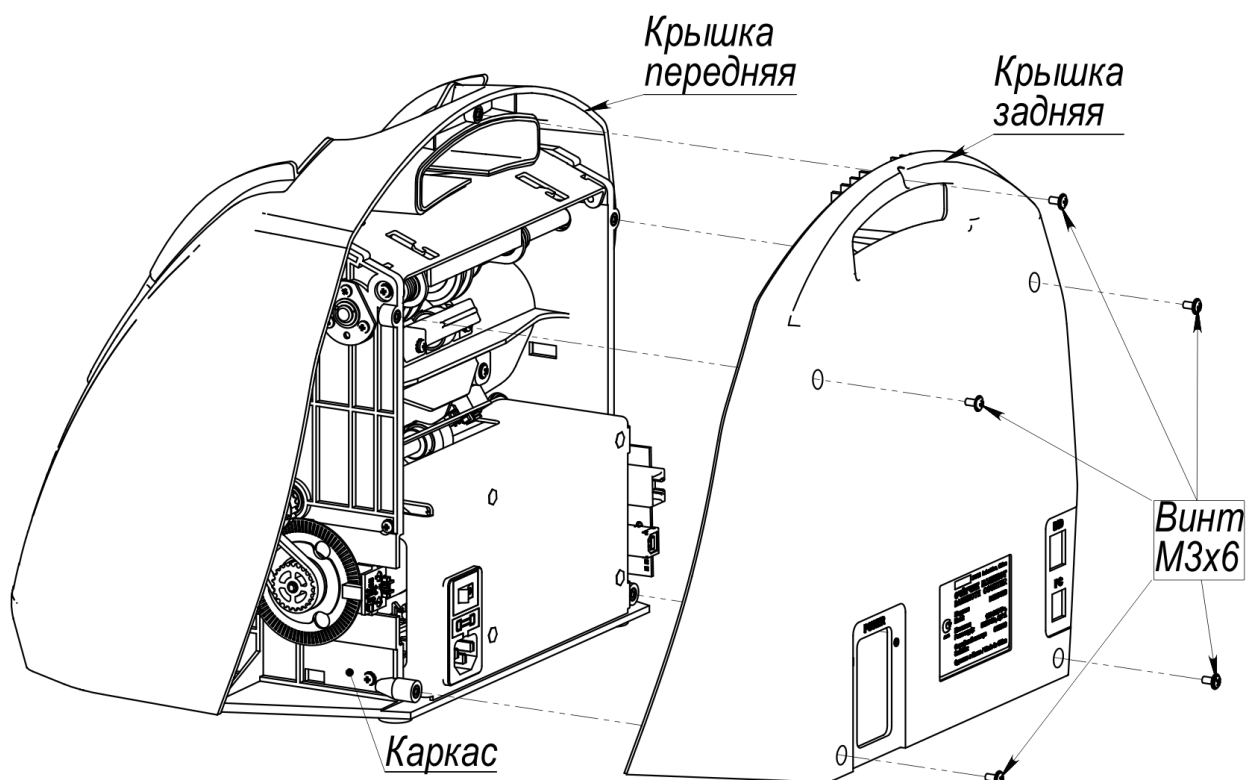

Рис. 12
8.1.1 Вывинтить пять винтов М3х6 N0011 крепления крышки задней к каркасу и крышке передней, снять крышку заднюю (см. Рис. 12).